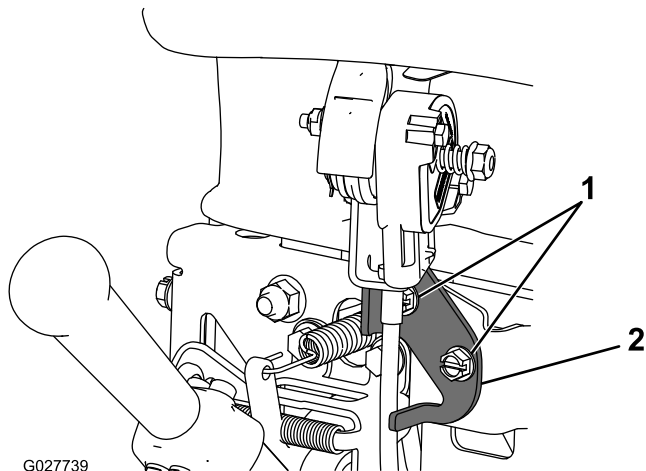

Bild 33
2. Lösen Sie die zwei Schrauben, mit denen die Gasbedienung befestigt ist (Bild 33).